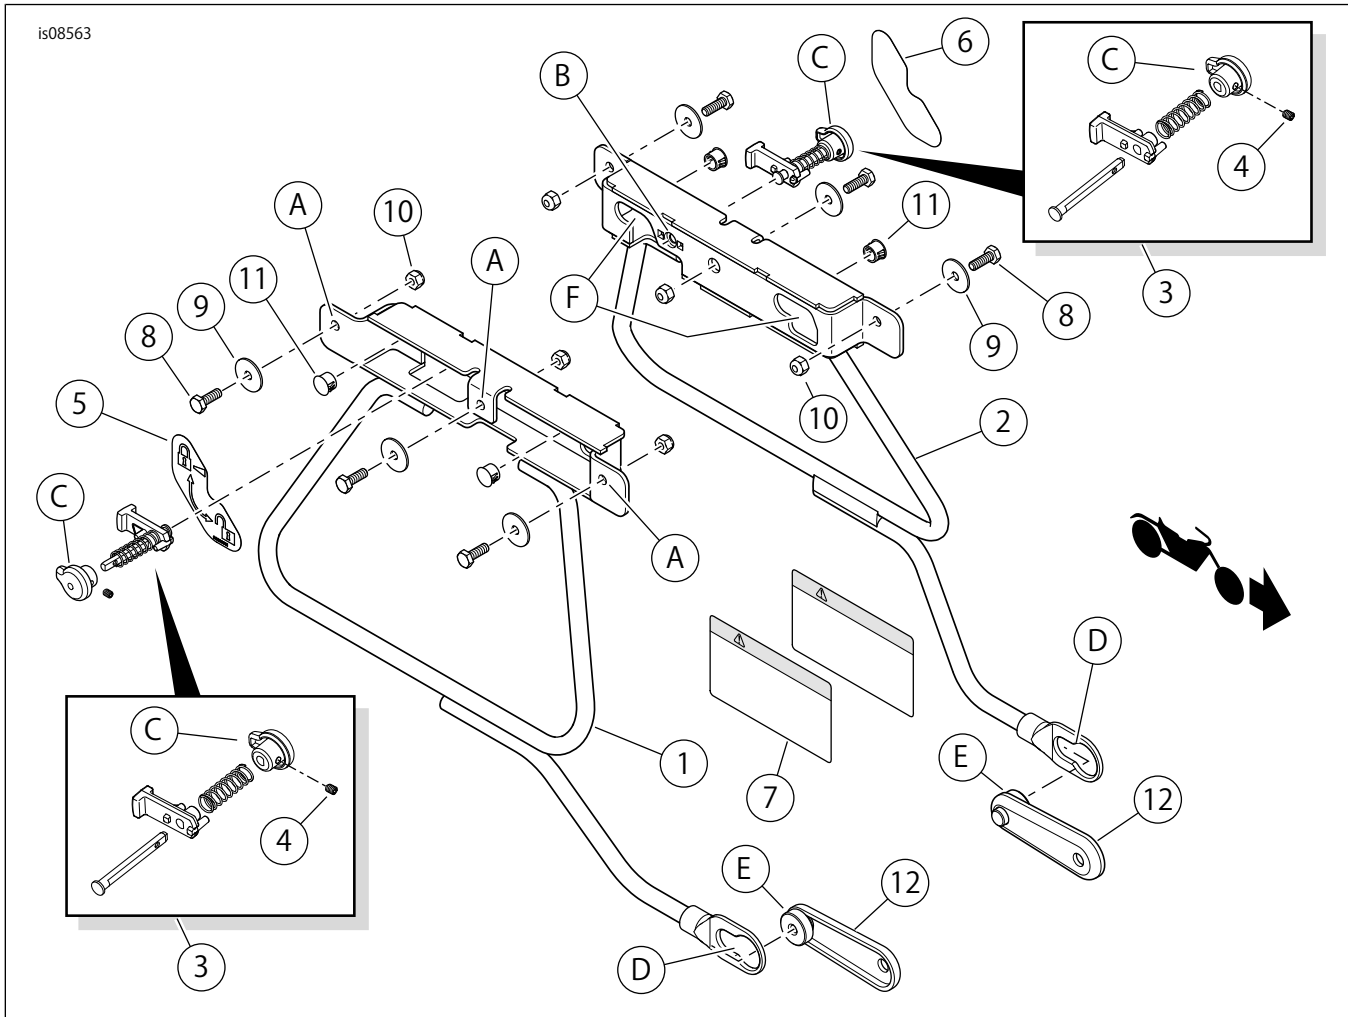

図7。交換用パーツ:Softailデタッチャブルサドルバッグコンバージョンキット
- 「図7」を参照してください。ノブ(C、サドルバッグ内部の上後方)を引っ張ります。ロックの外れる位置までノブを回します(左サドルバッグの場合は時計方向。右サドルバッグの場合は反時計方向)。